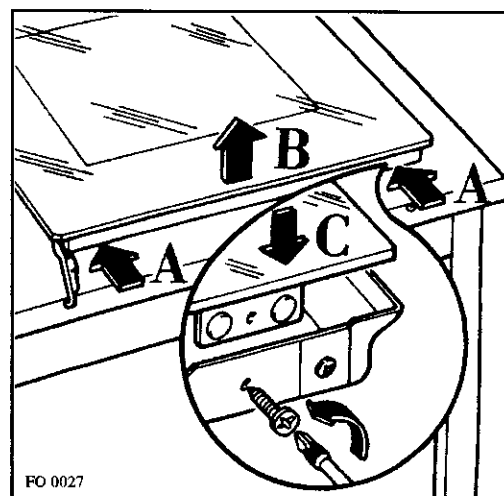

Fig. 6
- e) retirez les vis et levez légèrement le verre (A Fig. 6);
- f) dégagez la verre (emprisonné en partie haute) en le tirant (Fig. 6).